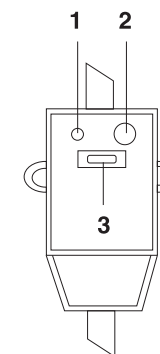

Рис. 6
| Индикация отсутствует                                                      | Сработала защита УЗО                                                                                                | Протестируйте УЗО, нажав кнопку «test». В случае, если УЗО прошло тестирование, нажмите на кнопку (3). перезапуска. В случае, если тестирование не проходит, свяжитесь со специалистами по техническому обслуживанию для осуществления ремонта (см. рис. 6). |